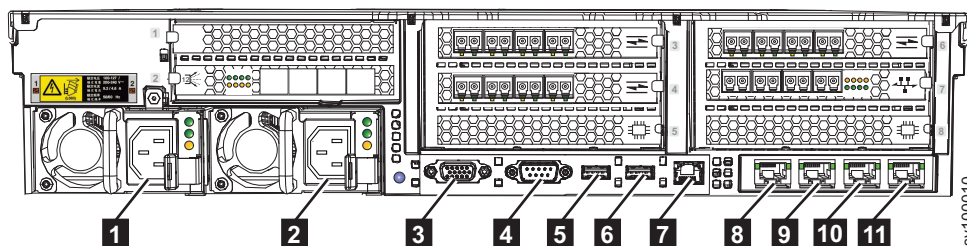

図 211. 2145-SV1 ノードの背面にあるコネクタ
2. イーサネット・ポート 1 から 3 (図 211に示されている **8**、**9**、および **10**) に接続されたイーサネット・ケーブルを取り外し、ケーブルにラベルを付けます。